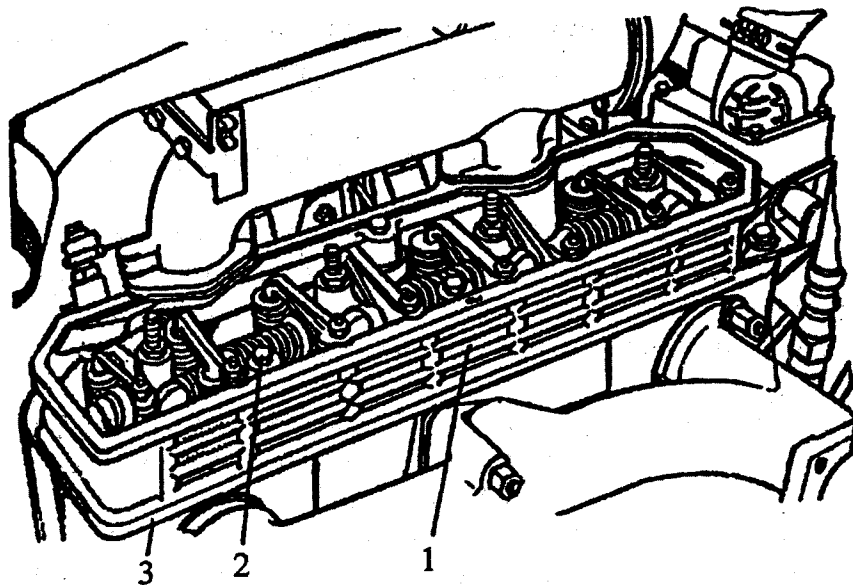

Рис. 2. Снятие крышки головки цилиндров
6. Снять крышку головки цилиндров 1 в сборе с впускным трактом. Снять прокладку крышки головки цилиндров 3 (рис. 2).